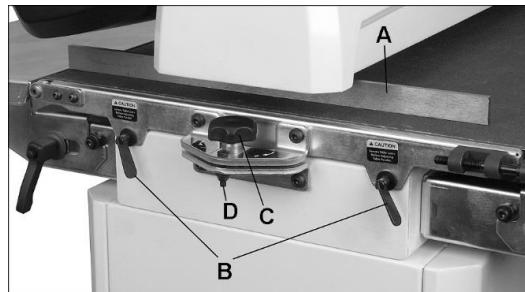

Рис. 7-4: выравнивание барабана
3. Установите линейку между барабаном и столом транспортера с внешней стороны барабана (A, Рис. 7-4).
3. Если в месте нахлеста при шлифовании видна борозда, ослабьте обе запорные ручки стола (B, Рис. 7-4) и немного опустите внешнюю сторону стола с помощью ручки (C).
**Примечание:** при обработке узкой заготовки (ширина менее 560 мм на станке модели JWDS-2244 или менее 635 мм на станке модели JWDS-2550) верните стол транспортера в положение, параллельное шлифовальному барабану. Поворачивайте ручку в противоположном направлении до касания со стопорной гайкой (D, Рис. 7-4). Стопорная гайка является упором для установки параллельности стола.